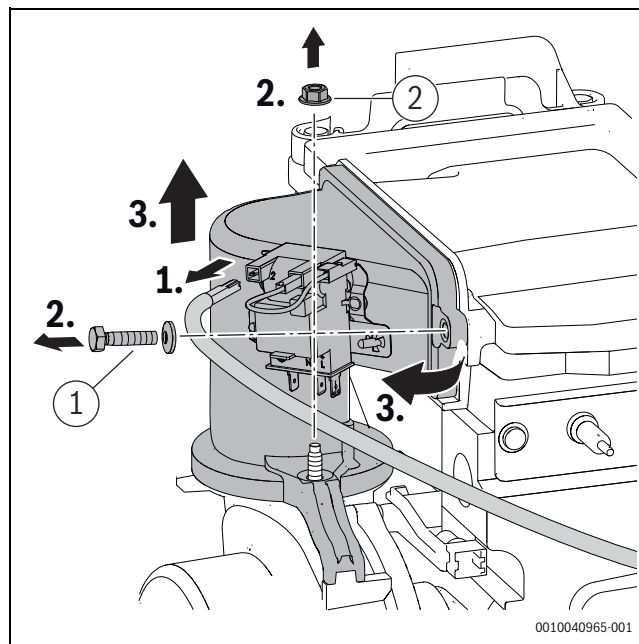

Fig. 44 Desmontar o dispositivo de mistura
- ▶ Apertar o parafuso e porca ([1] e [2], fig. 44) no dispositivo de mistura com $5,5 \pm 0,5$ Nm.